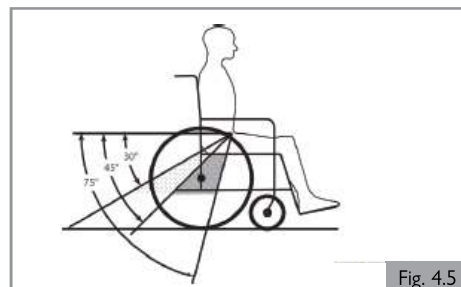

Fig. 4.5
21. Un plus grand angle au sein de la zone de préférence est recommandé c'est-à-dire plus proche de 75°, sans cependant dépasser cette limite (Fig. 4.5).